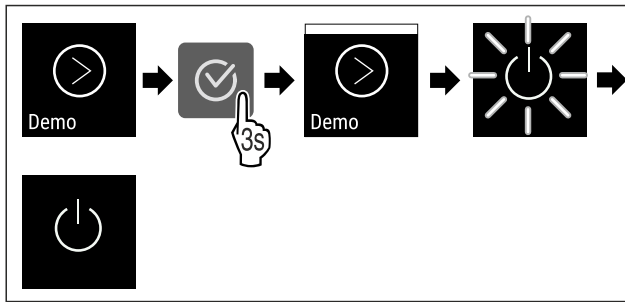

Fig. 90
- ▶ Изпълнете стъпките (виж Fig. 90) .